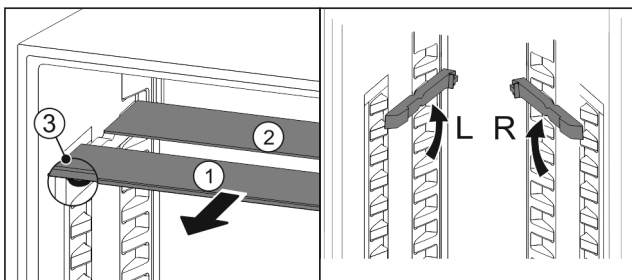

Fig. 127
- Trekk glassplatene enkeltvis fremover og ut Fig. 127 (1).
- ▷ Glassplate Fig. 127 (1) med pyntelist ligger foran.
- ▷ Stopper Fig. 127 (3) peker nedover.